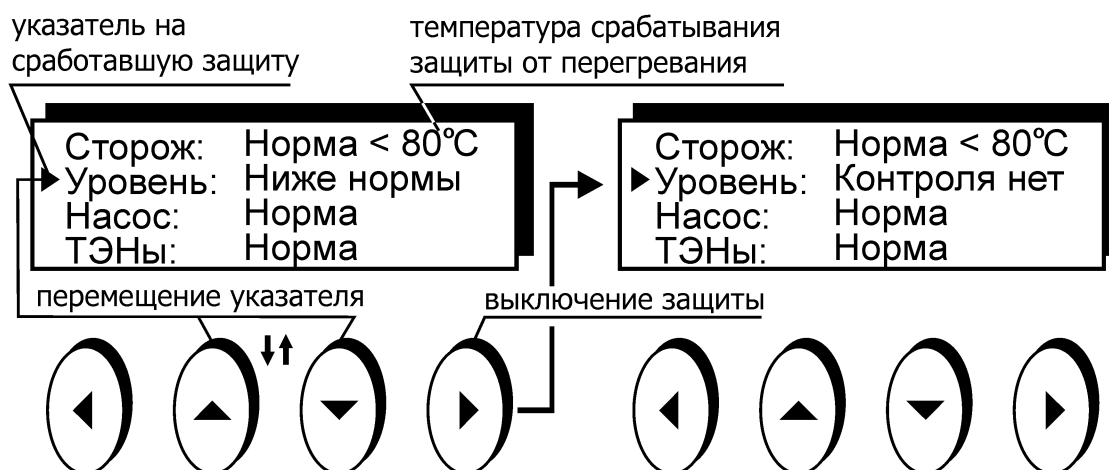

Рисунок 7 — Пример срабатывания защиты
- вращением регулятора 17 установить желаемую температуру срабатывания защиты, контролируя ее значение на дисплее (см. рисунок 7);